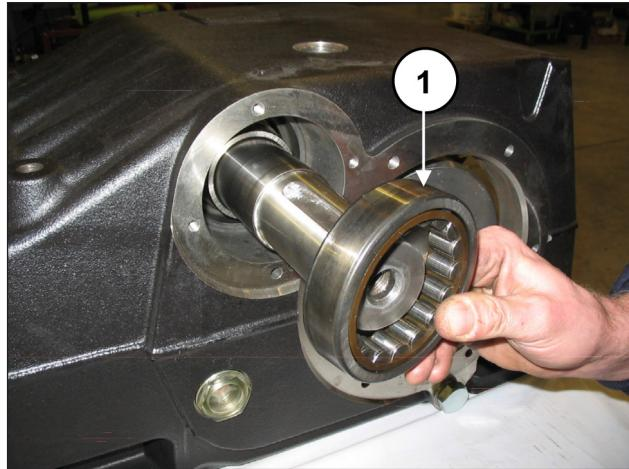

Рис. 58
С обеих сторон, в которую был вставлен вал ВОМ, установите сма佐чную втулку подшипников (поз. ①, Рис. 57) и внешнее кольцо подшипника (поз. ①, Рис. 58), используя калибр-пробку и ударную массу.